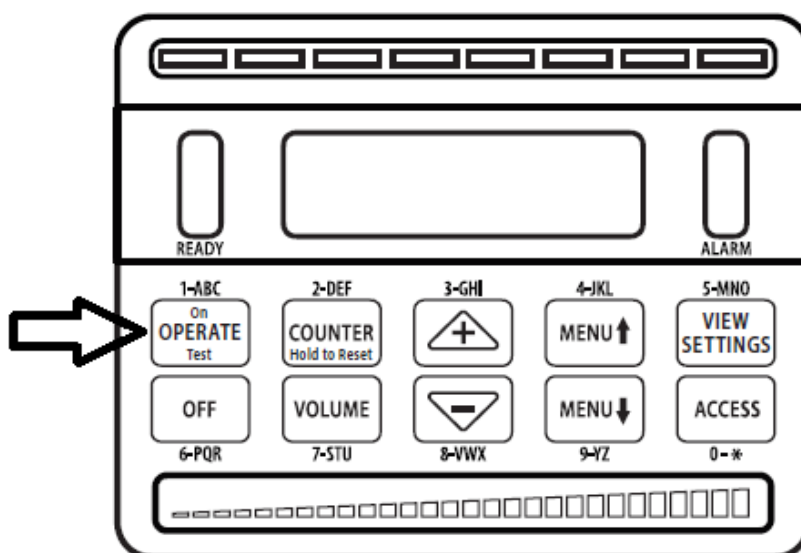

Рисунок 5
- Нажмите кнопку “РАБОТА” (OPERATE), чтобы включить металлодетектор (см. Рисунок 5).